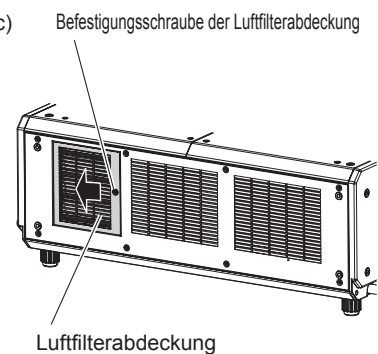

Abb. 3
2) Schieben Sie die Luftfilterabdeckung zum Schließen in Pfeilrichtung (Abb. 3) und ziehen Sie dann die Befestigungsschraube der Luftfilterabdeckung mit einem Kreuzschlitzschraubendreher fest.